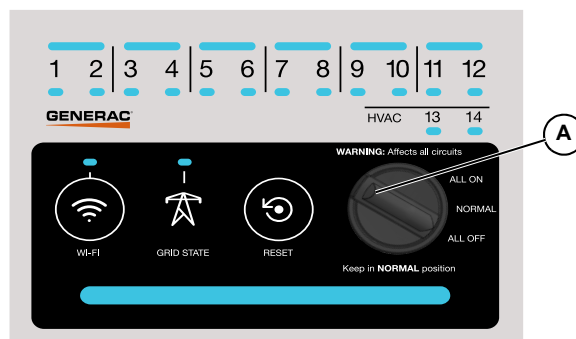

Figure 3-9. Mettre le sélecteur sur ALL OFF
Voir **Figure 3-9**. Pour éviter toute situation dangereuse lors de la configuration initiale de l'appareil, mettre le sélecteur de mode (A) en position ALL OFF (TOUT DÉSACTIVÉ) pour effectuer le couplage des relais. Ceci écarte tout risque de contact intempestif durant la mise en service.